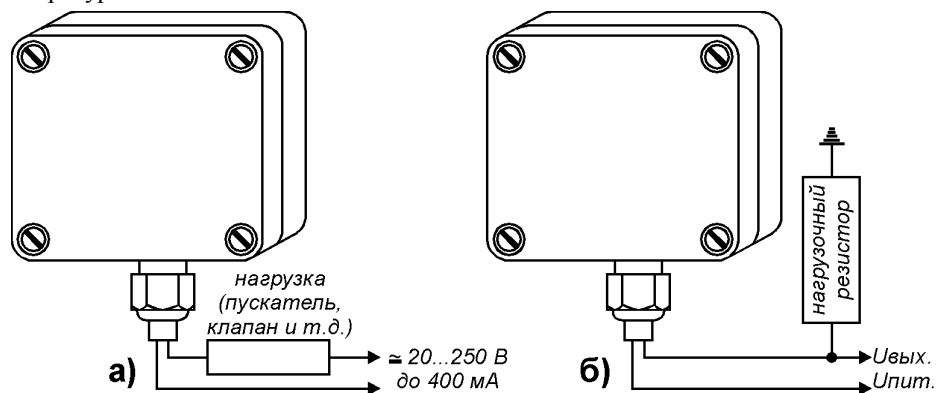

Рис. 10. а) Включение РДД-03 в пусковую цепь механизма.
После установки датчика следует подключить цепь нагрузки. На рис. 10а показано включение РДД-03 для непосредственного управления пусковой аппаратурой механизма.
На рис. 10б показано подключение РДД-03 на вход автоматизированной системы управления (АСУ): например, к контроллеру сбора информации с датчиков. На одну из клемм (любую) РДД-03 подается напряжение $U_{пит}$ (переменное или постоянное), которое должно соответствовать номинальному напряжению входного канала АСУ. Со второй клеммы на вход АСУ будет поступать сигнал о движении контролируемого объекта. Сопротивление нагрузочного резистора выбирается следующим образом.
1.2. Запустите механизм. Если при этом загорается светодиод красного цвета («Короткое замыкание»), проверьте правильность подключения датчика (см. схему включения на рис. 10).